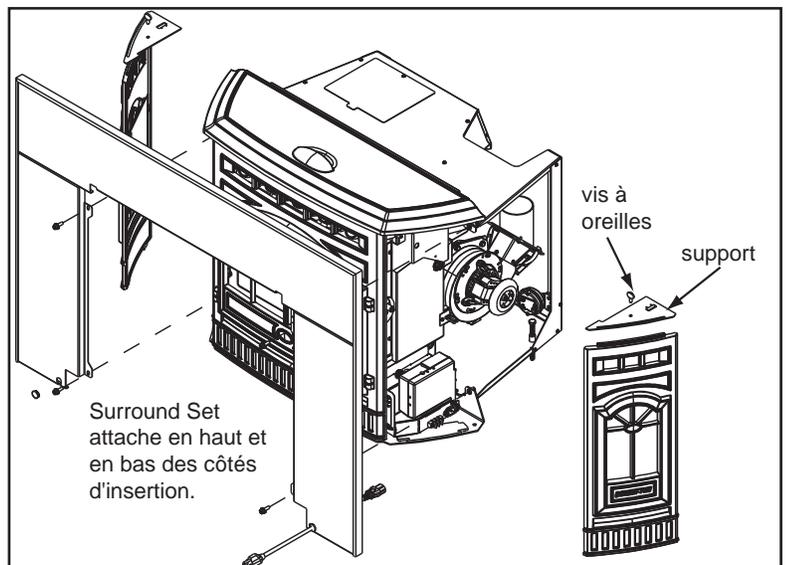

Figure 34.4
4. Retirer les côtés avant de fixer la fonte entourent et les garnitures. Soulevez le haut pour exposer la vis de pouce au sommet du côté de fonte. Figure 34.4.
6. Glissez entourent et la garniture sur le dessus de l'insert en place. Surround pièces jointes d'insérer dans le haut et le bas du côté d'insertion. Figure 34.4.